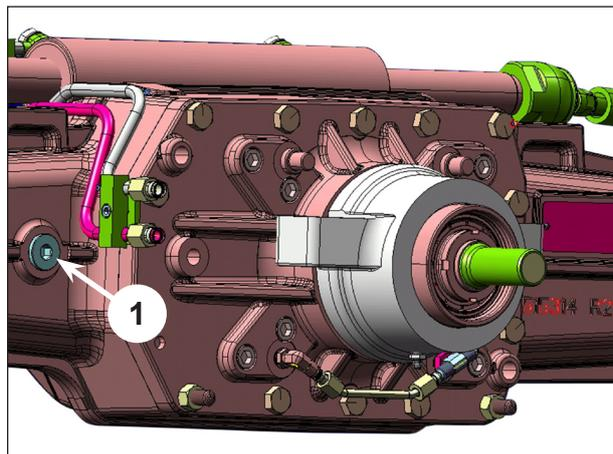

Abb.7-17 Zentralkörper der Vorderachse:
3. Den Standstopfen (1 - Abb.7-17) vom Zentralkörper der Achse abschrauben. Das Öl muss bis zum Loch stehen. Bei Bedarf Öl der vorgeschriebenen Sorte durch den gleichen Einfüllstopfen (1 - Abb.7-17) nachfüllen.